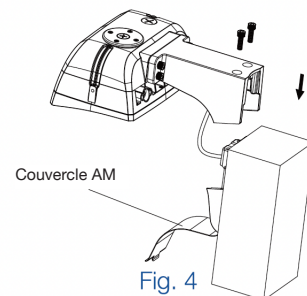

Fig. 4
6. Insérer la pièce A dans la pièce B et verrouiller avec deux (2) boulons Allen de 8 mm. Refermer le couvercle du bras (Fig. 4). **Ne pas trop serrer. Couple recommandé : 4,5 Nm (40 po/lb).**